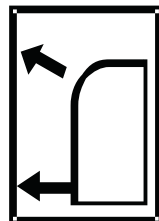

Fig. 22 – Flux d'air double
2. Sélectionnez le flux d'air qui correspond le mieux à vos besoins. Lorsque vous réglez la sélection du flux d'air, utilisez l'icône de **flux d'air double** (consultez la fig. 22).